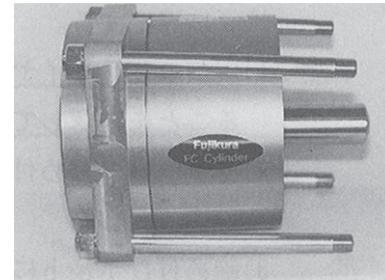

Fig.53
- ⑨ タイロッドをボンネットRに六角ナットにより取り付け。(Fig.53)